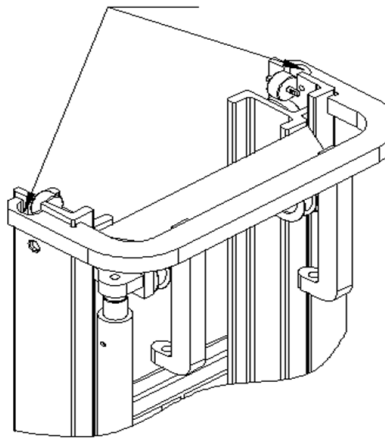

Рисунок 2-25
- (1) Места крепления подъемной системы представлены на Рис. 2-25